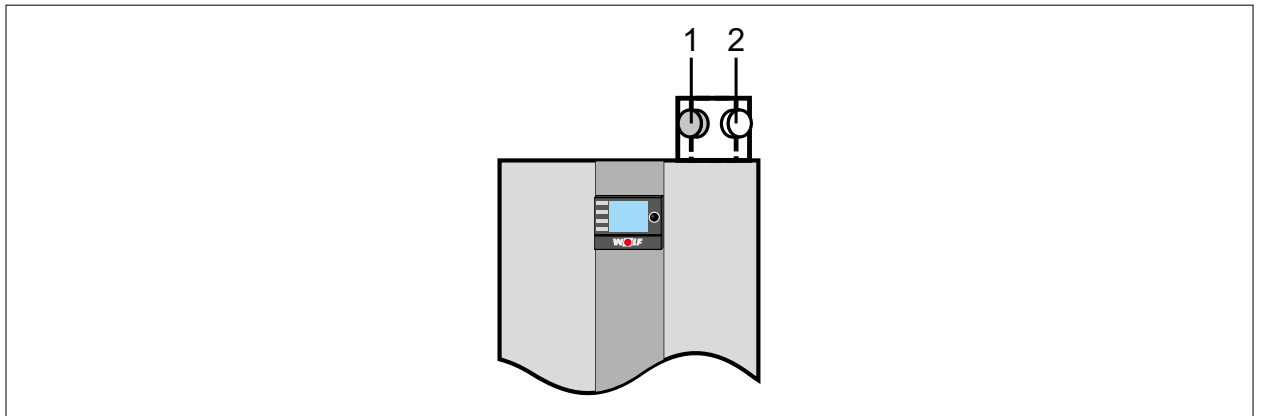

Abb. 6.5 Geräteanschluss mit Abgas-Messöffnung
▶ Kappe von rechter Messöffnung (Abb. 6.5) entfernen.
- ▶ Kappe von rechter Messöffnung (Abb. 6.5) entfernen.